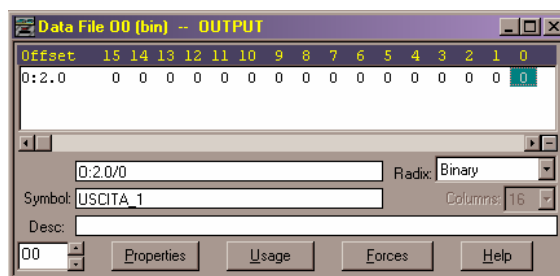

Figura 6 - Assegnazione di un nome simbolico ad una variabile d'uscita
- assegnando un nome nel campo *Symbol* presente nella finestra di visualizzazione dei file; è possibile accedere a questa finestra effettuando doppio-click sul file desiderato (Figura 6).